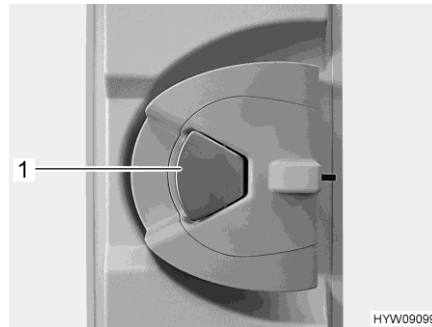

Bild 17 Türschloss (Eingangstür innen)
- Wenn das Türschloss verriegelt ist: Am Türgriff (Bild 17,1) einmal ziehen. Die Tür ist entriegelt.
- Am Türgriff (Bild 17,1) ziehen. Die Tür ist geöffnet.
- Den Türgriff (Bild 17,1) drücken.